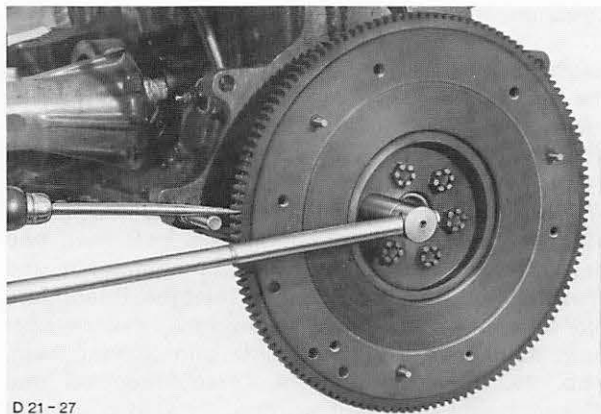

Abb. 91 Schwungscheibe abmontieren
26. Schwungscheibe (6 Schrauben) abschrauben, Abb. 91.